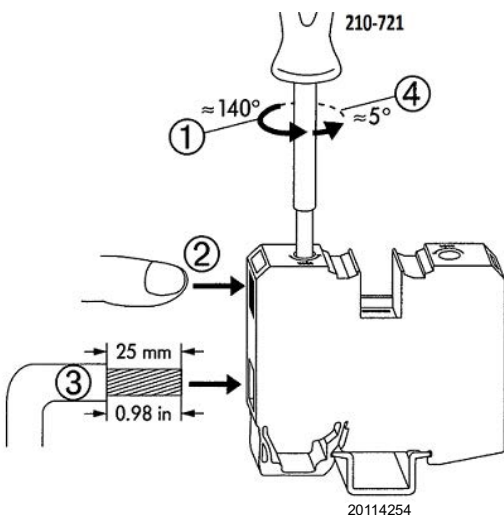

Abb. 27
Öffnen Klemmentyp "A" (Abb. 27)
- Führen Sie das vorher von der Isolierung befreite Kabel ein, drehen Sie den Schraubenzieher leicht und ziehen Sie ihn heraus. Vergewissern Sie sich, dass das Kabel richtig befestigt ist Abb. 27.